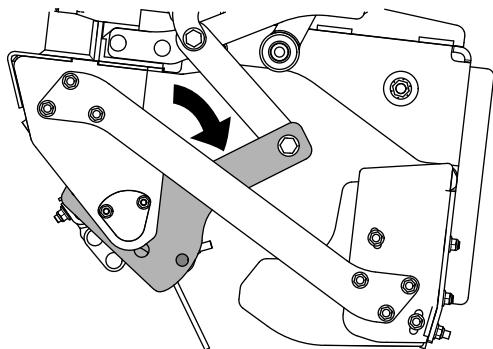

Figura 17
9. Ajuste la inclinación del soporte del apero combinado según sea necesario (Figura 17).